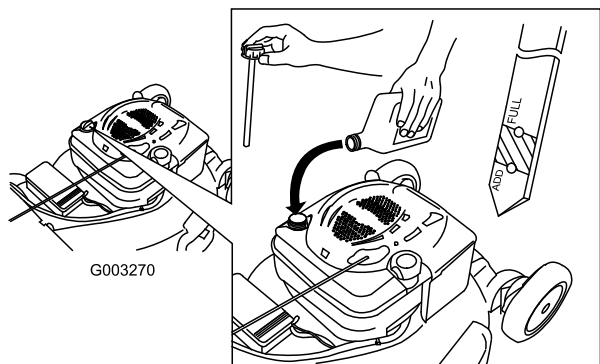

Figure 7
1. Retirez la jauge (Figure 7).
2. Versez de l'huile **lentement** dans le goulot de remplissage pour faire monter le niveau de liquide jusqu'au repère du plein (Full) sur la jauge (Figure 7). **Ne remplissez pas excessivement.** (Remplissage max. : 0,59 l (20 oz), type : huile détergente